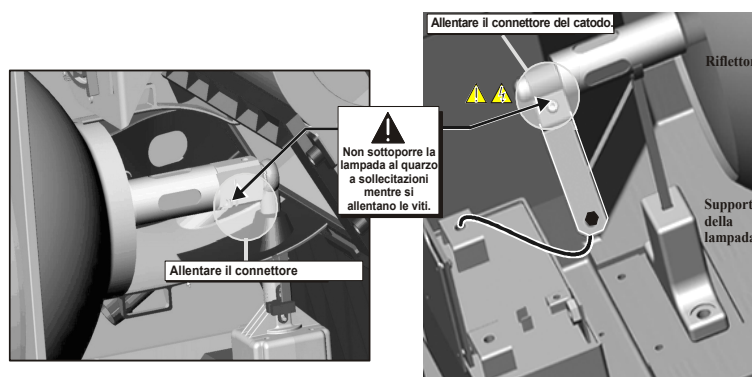

Figura 4-1 Allentare i connettori del catodo (-) e dell'anodo (+) per rimuovere la lampadina
- Allentare le viti di fissaggio sui connettori negativo/catodo (posteriore, 0,3 cm) e positivo/anodo (anteriore, 0,5 cm). Applicare una coppia di serraggio minima e NON SOTTOPORRE A SOLLECITAZIONI la lampada al quarzo. (Figura 4-1).